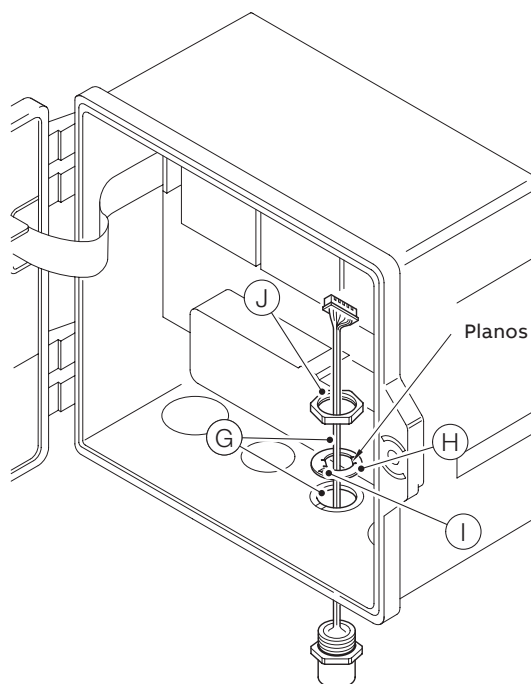

Figura 6 Preparación de fijaciones de cables de conector del pasamuros EZLink
Con referencia a Figura 6:
- 7 Monte la pestaña de alineación (I) en la ranura de la placa prensaestopas (K) en la ranura del molde.
- 8 Inserte el cuerpo de conexión del pasamuros EZLink (L) completamente en la entrada de cables y alinee el cuerpo del conector del pasamuros con los planos de la arandela de alineación (consulte Figura 6, (H)).
- 9 Atornille la tuerca posterior (J) en el cuerpo de conexión del pasamuros y apriete a un par de 3 a 4 Nm (2,21 a 2,95 lbf-pies) con una llave dinamométrica.